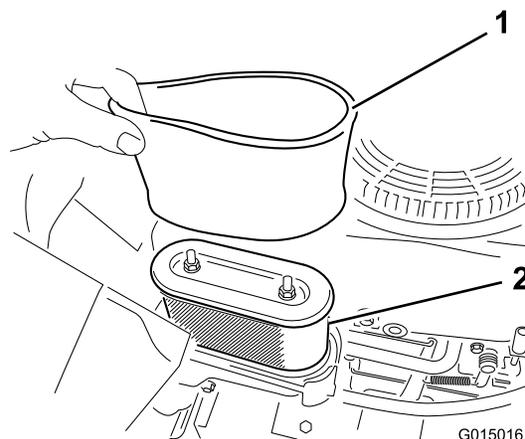

Figura 28
5. Rimuovete con cautela gli elementi del filtro in schiuma sintetica e carta dal vano del filtro dell'aria (Figura 28).
1. Installate il filtro di schiuma sul filtro di carta (Figura 28).